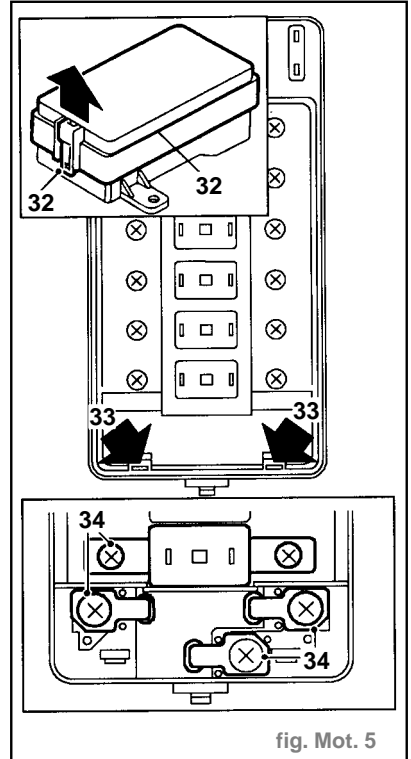

fig. Mot. 5
- Dégager l'attache (32) et enlever le couvercle de la boîte à fusibles (fig. Mot. 5).